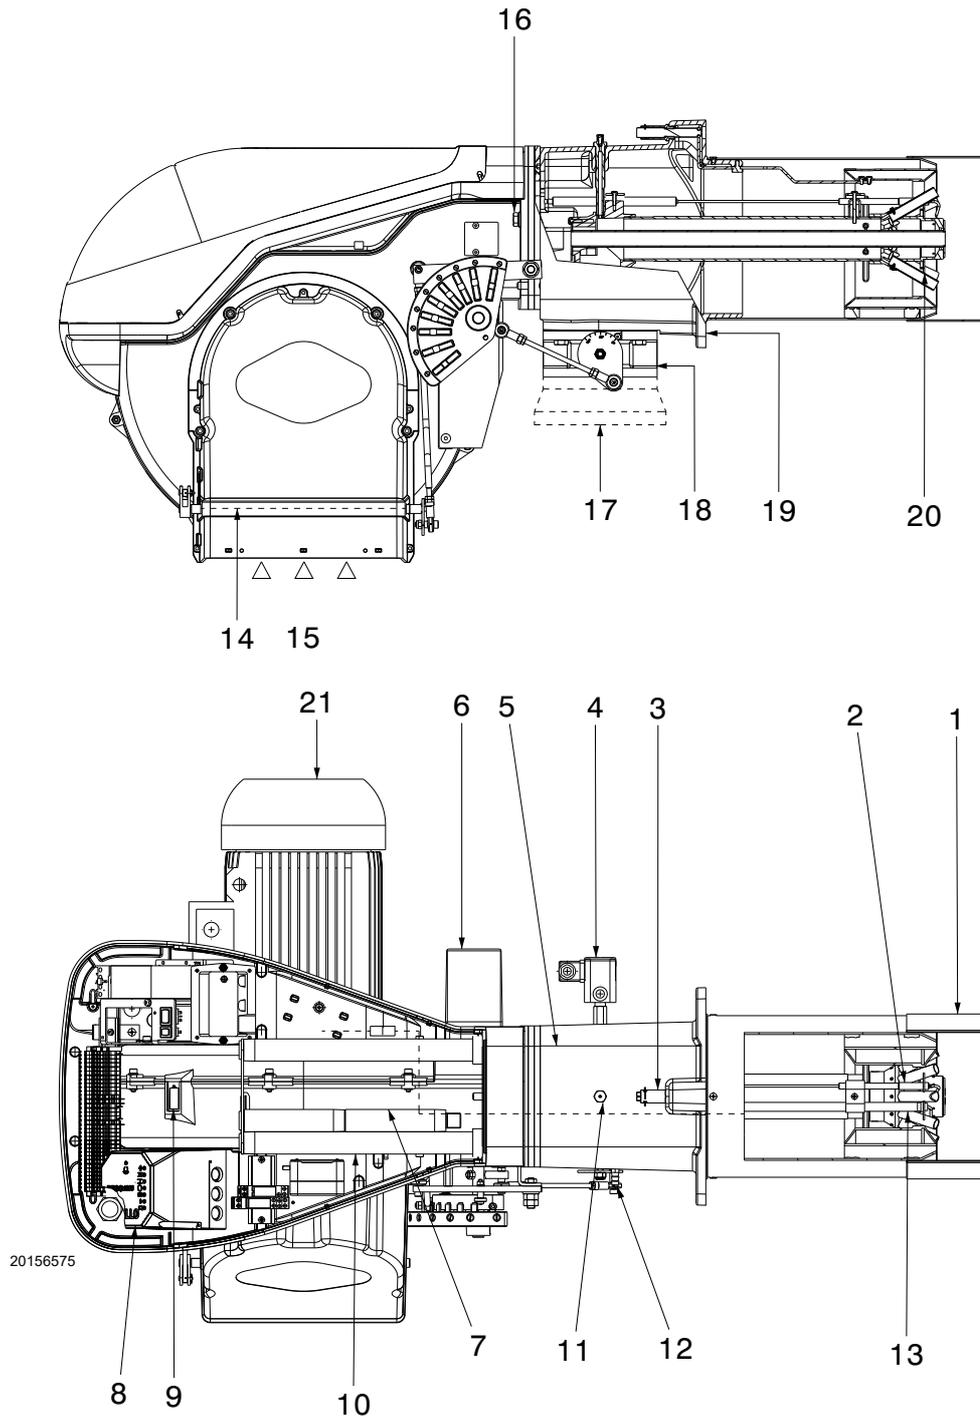

Abb. 4
(1) Bezugsbedingungen: Raumtemperatur 20°C - Gastemperatur 15°C - Barometrischer Druck 1013 mbar - Höhe 0 m ü.d.M.
(2) Druck am Anschluss 11)(Abb. 4 auf Seite 11) bei Druck Null in Brennkammer und bei Höchstleistung des Brenners.
(3) Schalldruck gemessen im Verbrennungslabor des Herstellers bei laufendem Brenner am Prüfkessel, bei Höchstleistung. Die Schallleistung wird mit der von der Norm EN 15036 vorgesehenen „Free Field“-Methode mit der Messgenauigkeit „Accuracy: Category 3“ gemessen, wie von der Norm EN ISO 3746 vorgeschrieben.